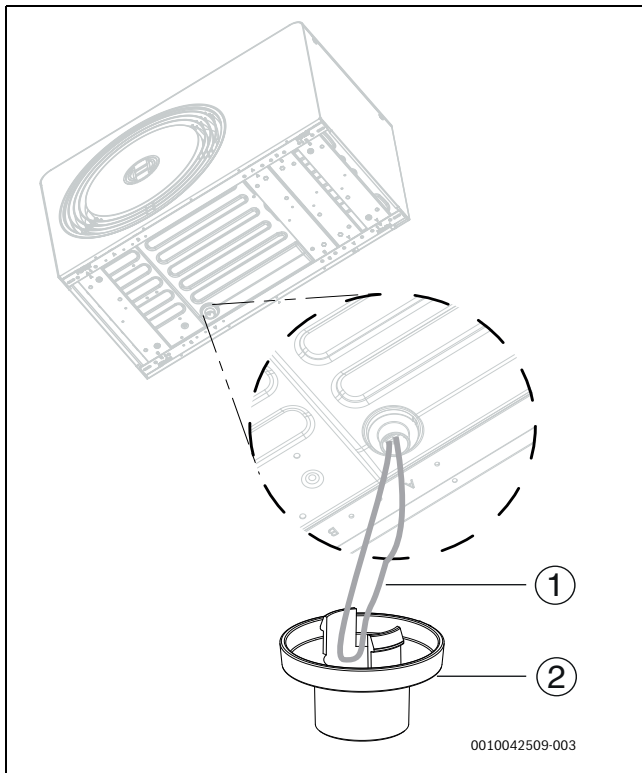

Bild 25 Installation des Ablaufstutzens
3. Kabelschlaufe für die Tropfschalenheizung herausziehen und durch den Ablaufstutzen schieben (→bild 25). Ablaufstutzen an die Wärmepumpe anschließen.